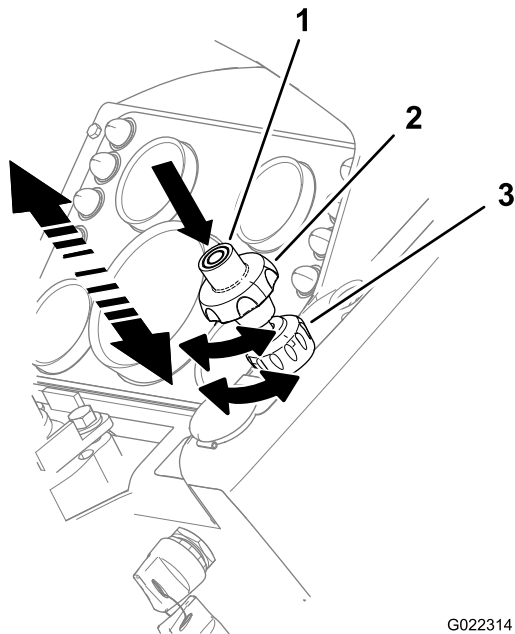

Figure 22
- Pour **augmenter** le régime moteur, appuyez sur le bouton d'accélérateur central tout en **tirant** sur l'accélérateur (Figure 22).